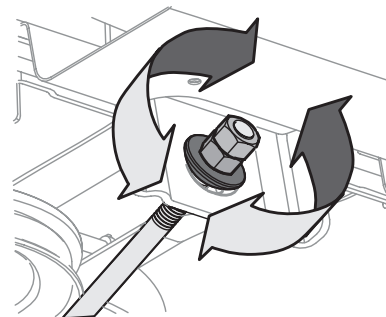

Figure 21
- Pour **relever** l'avant du plateau de coupe, desserrez l'écrou supérieur, puis serrez l'écrou inférieur (tournez vers la droite). Voir Figure 21. Une fois le réglage approprié effectué, serrez l'écrou supérieur à un couple de 25-30 pi-lb (33,9-40,7 N-m).
- Pour **abaisser** l'avant du plateau de coupe, desserrez l'écrou supérieur, puis l'écrou inférieur (tournez vers la gauche). Voir Figure 21. Une fois le réglage approprié effectué, serrez l'écrou supérieur.